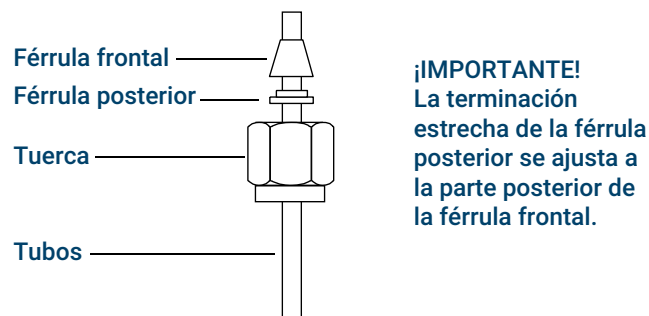

Figura 18. Tuercas Swagelok y férrulas
1. Coloque una tuerca Swagelok, una férrula posterior y una férrula frontal en la tubería tal como se muestra en la **Figura 18**.